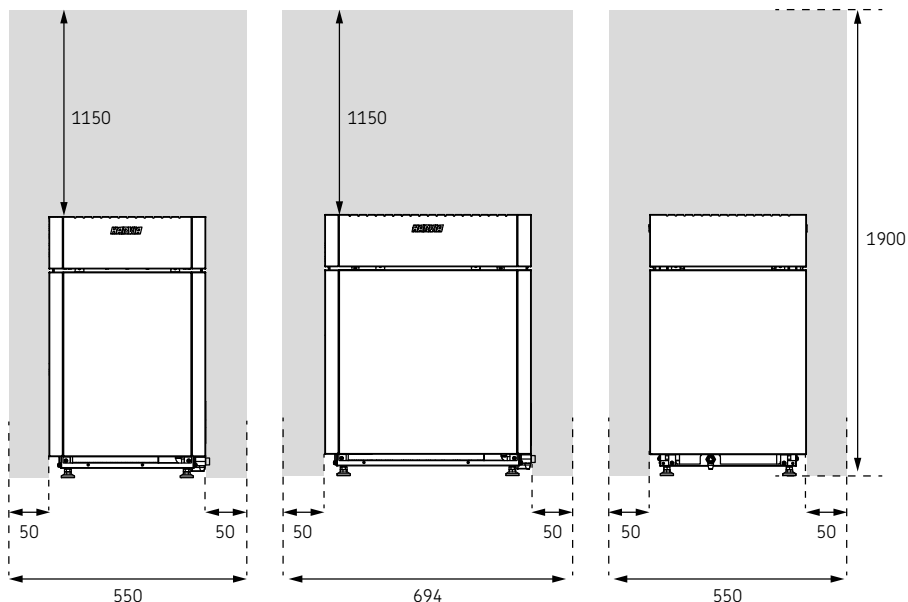

Figure 1. Distances de sécurité
- Les distances minimales de sécurité par rapport aux matériaux combustibles sont indiquées sur la figure (Figure 1. Distances de sécurité).
- Si un garde-corps est installé autour du poêle, les distances de sécurité indiquées sur la figure (Figure 1. Distances de sécurité) ou dans les instructions d'installation du garde-corps doivent être respectées.